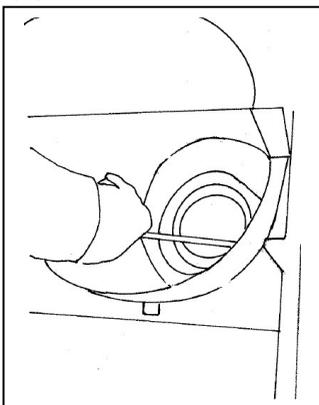

Bild 6
- Nach jeder Heizperiode sind die Verbrennungsrückstände nach Herausheben des Brennerrings (nur bei trockenem Brennerkopfboden und erkaltetem Gerät) zu entfernen (Bild 6). Harte Ölkoksrückstände am Einlauf sollte zweckmäßigerweise mit einem metallischen Gegenstand herausgeb- rochen werden.